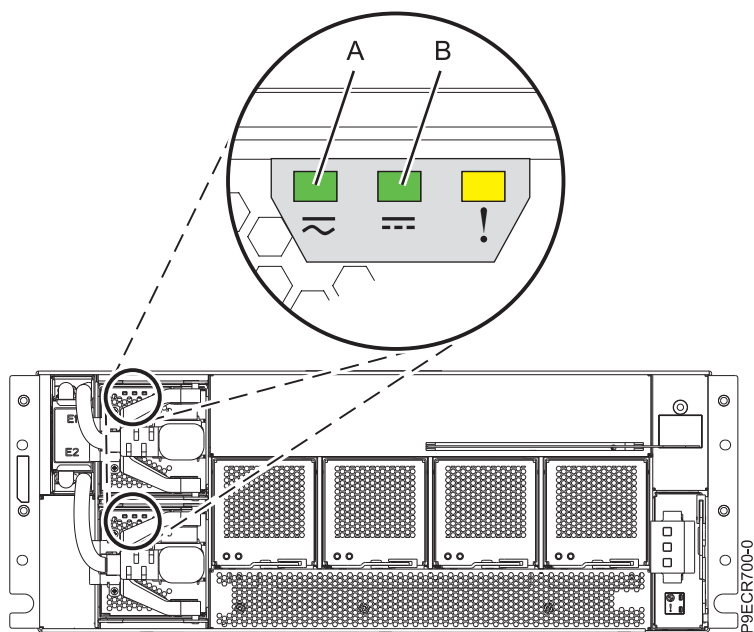

図 8. EMX0 PCIe3 拡張ドロワーの電源装置 LED
- c. 再取り付けした電源装置のオレンジ色の障害 LED (右側の LED) が点灯しておらず、緑色の入力 LED (左側の LED) と出力 LED (中央の LED) が点灯していることを確認します。8 ページの図 8 の (A) および (B) を参照してください。
- b. 再取り付けした電源装置のオレンジ色の障害 LED (右側の LED) が点灯しておらず、緑色の入力 LED (左側の LED) と出力 LED (中央の LED) が点灯していることを確認します。8 ページの図 8 の (A) および (B) を参照してください。